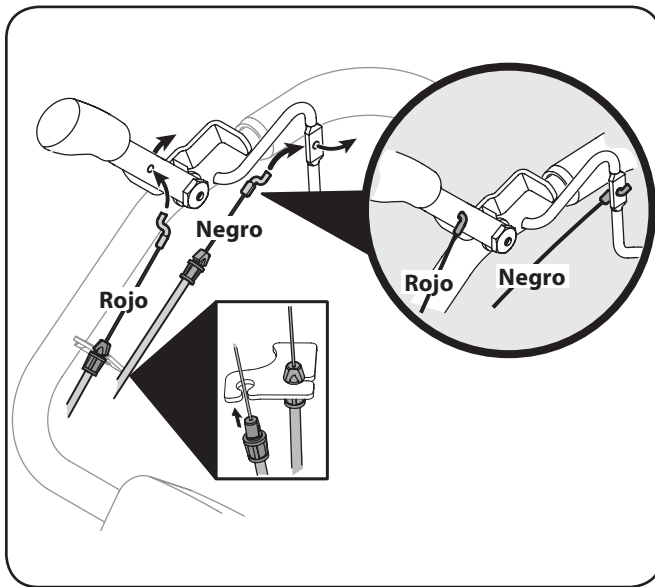

Figura 3-2
2. Conecte el cable de marcha atrás (rojo) al cable de control inversa de la alimentación de los z-gancho a través del agujero en el cable de control de marcha atrás desde el interior hacia el exterior. Consulte la figura. 3-2.